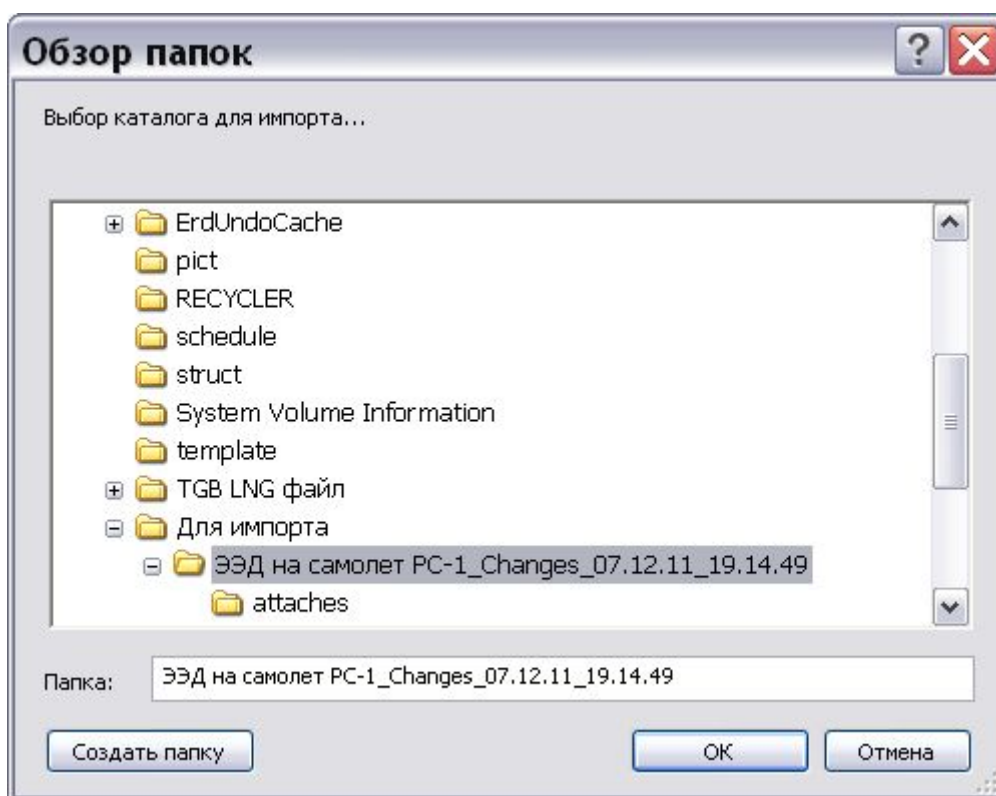

Рис. 9.13
3. Укажите папку, где находятся данные для импорта, нажав на кнопку  и выбрав её в окне **Обзор папок** (Рис. 9.13).